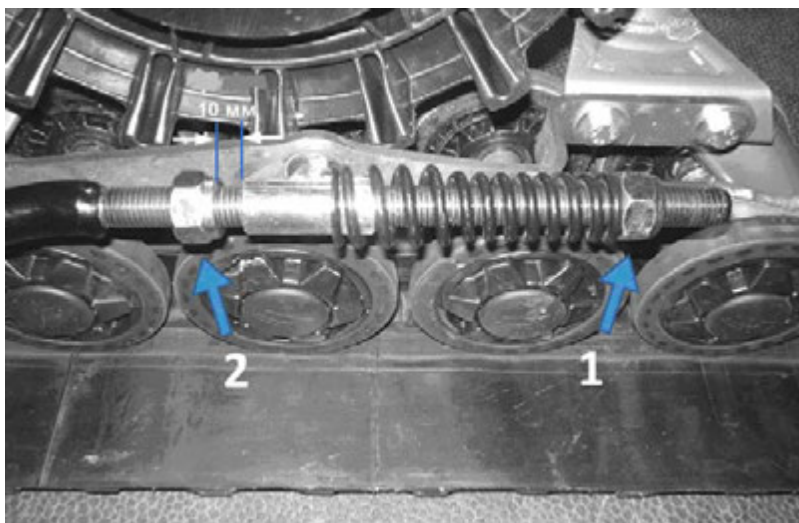

Рис. 8
- Ослабить гайку (поз.1) упорной пружины выравнивающей штанги (см. Рис. 8).
- Отогнуть гайку (поз.2) на расстояние около 10 мм от муфты, как показано на Рис. 8.